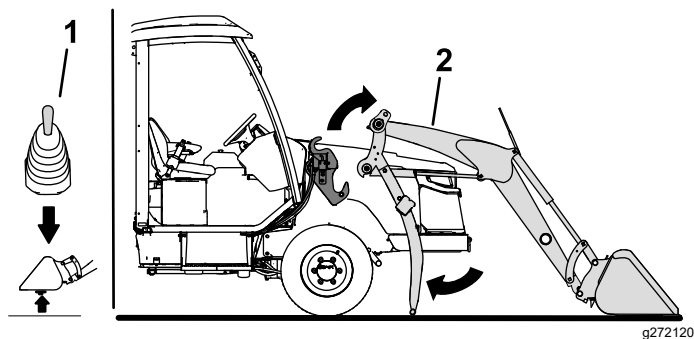

Рисунок 48
4. Используйте джойстик погрузчика, чтобы поднять стрелы погрузчика из креплений рамы погрузчика (Рисунок 48).